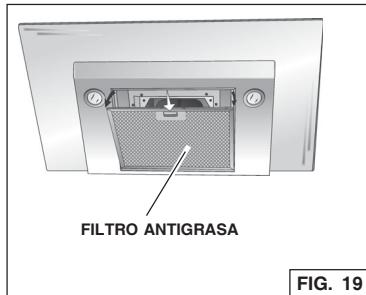

FIG. 19
1. Para desmontar el filtro ANTIGRASA, agarre la pestaña del cierre y tire hacia abajo. Así se soltará el filtro de la campana. Incline el filtro hacia abajo y retírelo. Fig. 19.
2. Para instalar el filtro ANTIGRASA, alinee las pestañas traseras del filtro con las ranuras de la campana. Tire hacia abajo de la pestaña de cierre, empuje el filtro a su posición y suéltela. Una vez colocado, compruebe que el filtro queda bien engranado. Fig.19.